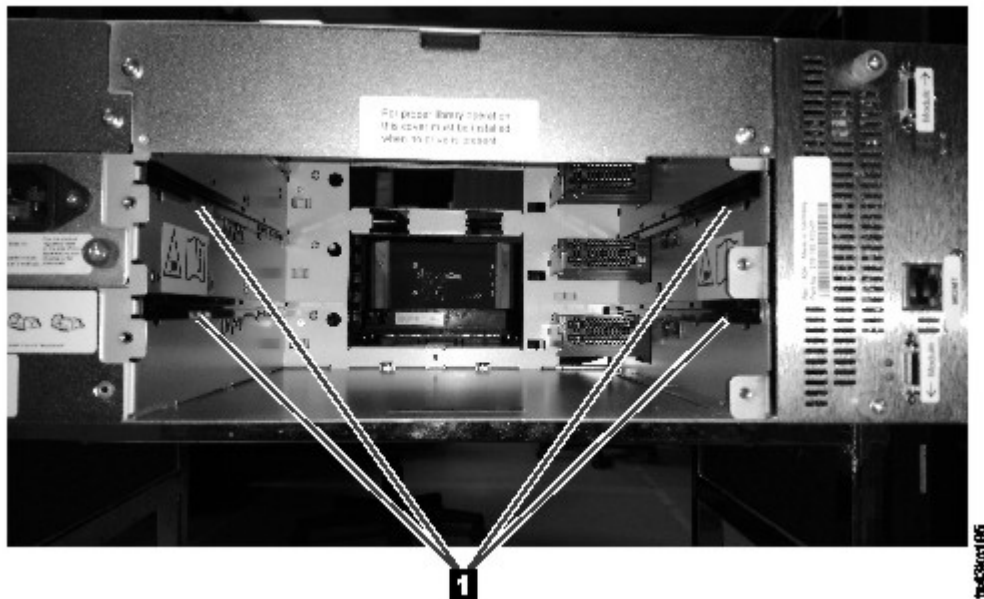

Figura 59. Rieles de alineación
2. Alinee e inserte lentamente la nueva unidad de cintas en la bahía de unidad junto con los rieles de alineación (**1** en Figura 59) mientras se soporta el ensamblaje de unidad. La unidad de cintas debe desecharse con el panel posterior de la biblioteca.